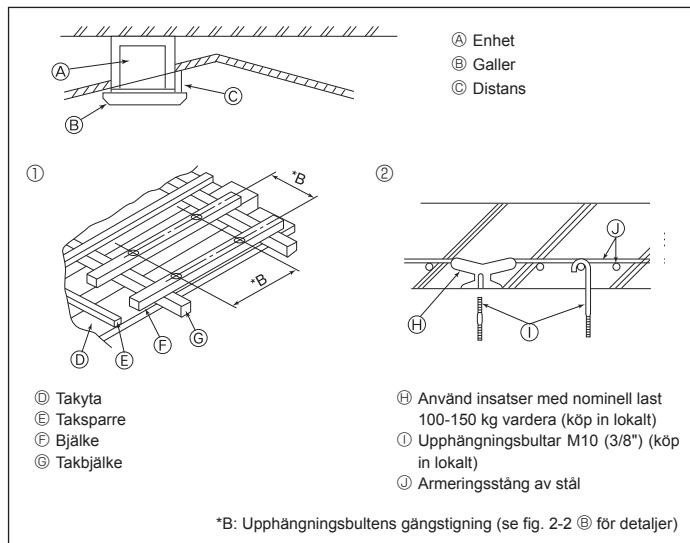

Fig. 2-4
2.4. Struktur för upphängning (förstärkning av upphängningsplatsen) (Fig. 2-4)